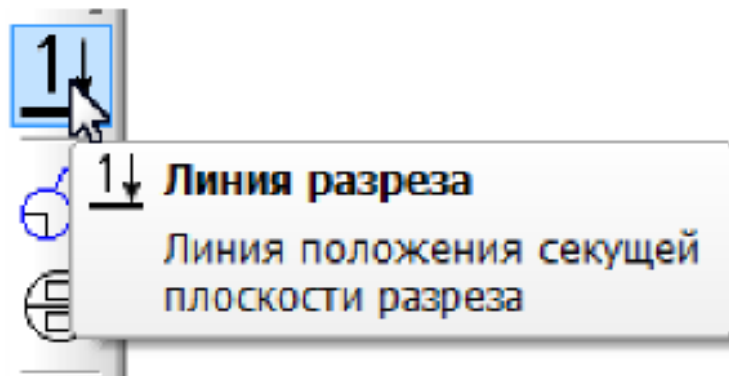

Рисунок 3.1.7. Команда Линия разреза
- В инструментальной панели **Обозначения для строительства** выберите команду **Линия разреза** (Рис. 3.1.7.)